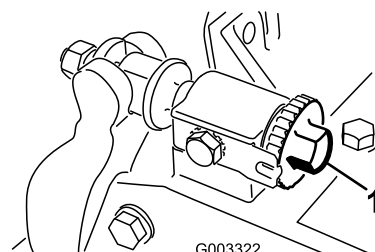

図 11
1. カッティングユニットを平らな水平の作業台の上に置く。ベッドバー調整ねじを左に回してベッドナイフとリールの接触をなくす 図 11。
重要 ユニット左右についているベッドバー調整ねじのナットが床に当たっていないことを確認する 図 11。